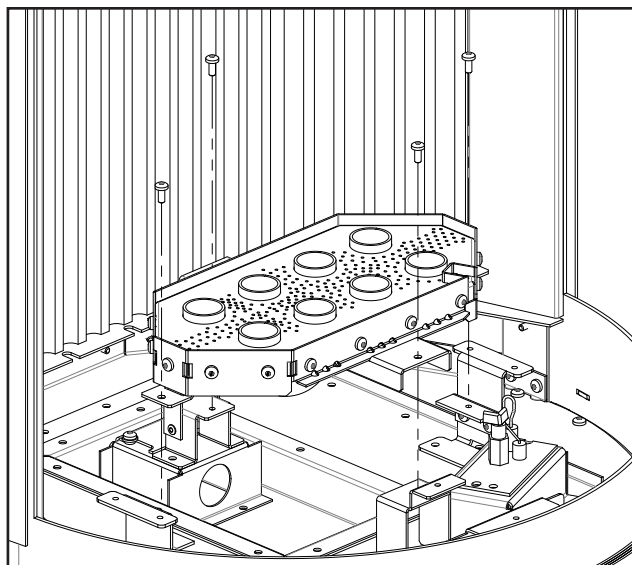

Figure 35: Retrait du brûleur
Retirez les quatre (4) vis fixant le bac du brûleur à l'aide d'un tournevis T20. Tournez le brûleur vers le haut et soulevez-le (voir la Figure 35).